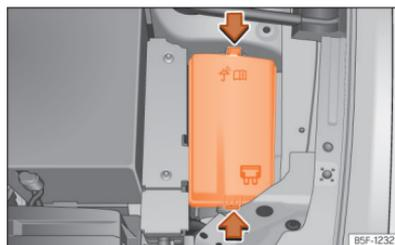

Fig. 221 No compartimento do motor: tampa da caixa de fusíveis.
- Pressione as patilhas de bloqueio para desbloquear a tampa da caixa de fusíveis »» **Fig. 221.**